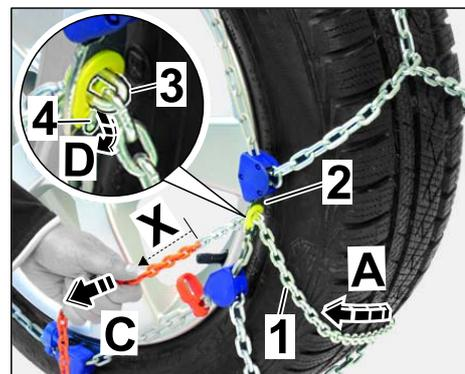

Fig. 11
2.2.5 Tendre la chaîne de serrage au moyen de la plaque de fermeture (⇒ Fig. 11-C-).
Contrôler si la pièce de couleur de la chaîne de serrage (⇒ Fig. 11-X-) est entièrement passée à travers la plaque de fermeture.
Accrocher le maillon de la chaîne de serrage dans le trou oblong et la sécurité de la plaque de fermeture (⇒ Fig. 11-D-).